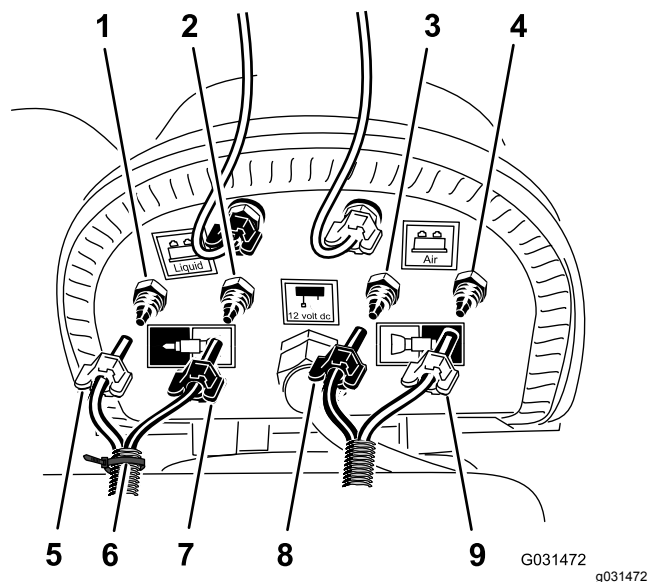

Figura 23
1. Nel pannello di connessione del compressore per il kit tracciafile schiumogeno, fissate una fascetta per cavi attorno al tubo trasparente e blu per la sezione delle barre di destra (Figura 23).
2. Allentate i dadi di compressione per i 2 tubi trasparenti e i 2 tubi blu per gli ugelli della schiuma nelle sezioni delle barre di sinistra e destra (Figura 23).
3. Rimuovete i 4 tubi dai raccordi di compressione per le sezioni delle barre (Figura 23).